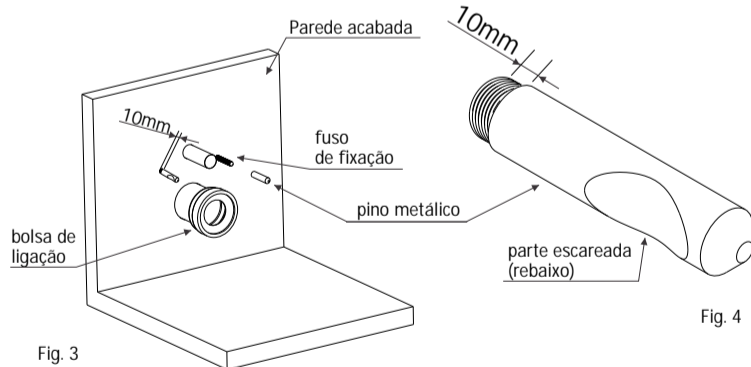

Fig. 3
- 3** Rosquear o pino metálico no fuso de fixação de modo que fique 10mm do fuso aparente (Fig. 3) e a parte escareada (rebaixo) do pino (Fig. 4) fique voltada para os lados externos.